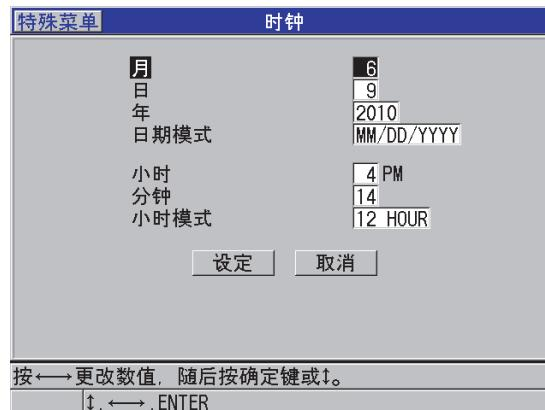

图 4-2 选择时钟参数
3. 在**时钟**屏幕上（参见第 47 页的图 4-2）：